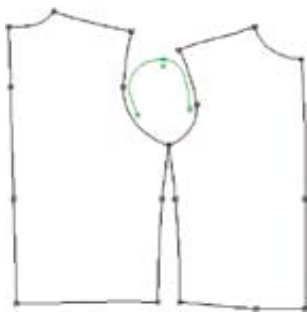

Рис. 1. Спинка, полочка, проймы и сечение плеча
- По размерным признакам строится сечение плеча (рис. 1).